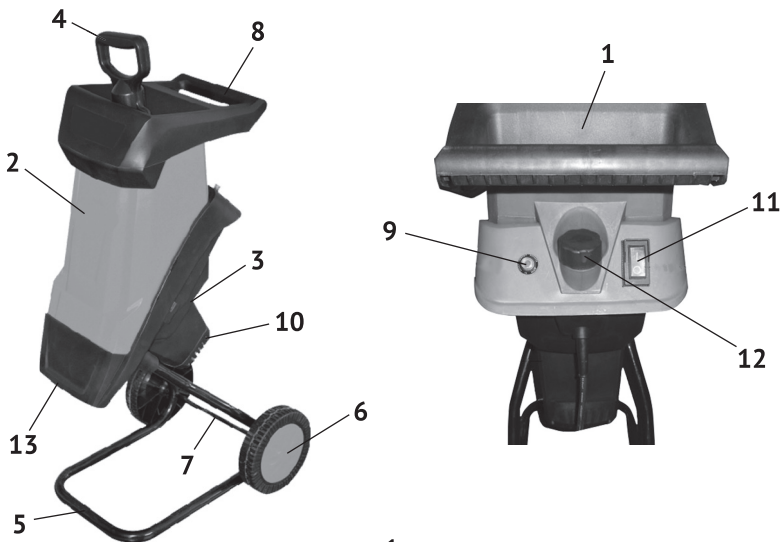

рис.1
1.2 Коллекторный электродвигатель установлен в пластиковом корпусе (рис.1 поз.3). С ведущего шкива вала двигателя ремённой передачей вращение передаётся на шкив ведомый, соосный с двигателем. На выходном шкиве закреплены: с одной стороны, дисбалансер, с другой стороны - поворотный диск с двумя ножами, закреплённый прижимным фланцем и винтом. Основной рабочий инструмент измельчителя – ножи, измельчают подаваемый в загрузочную воронку материал. Крыльчатка двигателя создаёт поток воздуха, который перемещает измельчённые отходы в выходное отверстие.
4.1 Общий вид представлен на рис.1
Электродвигатель, ремённая передача, поворотный диск с ножами закреплены в пластиковом корпусе (рис.1 поз.3), состоящем из двух частей. На внутреннем корпусе крепится загрузочная воронка (рис.1 поз.2), которая при открученном винте крепления (рис.1 поз.12), откидывается назад и обеспечивает доступ к поворотному диску с ножами. Основание (рис.1 поз.5) с колёсами (рис.1 поз.6) является опорой измельчителя при работе. Используя ручку (рис.1 поз.8) загрузочной воронки и колёса, инструмент легко перемещается к месту работы. Для очистки, равномерного распределения подаваемого материала в комплект поставки входит толкатель (рис.1 поз.4) удобной формы. Включение/отключение измельчителя осуществляется выключателем (рис.1 поз.11) Выключатель имеет два фиксированных положения; «I» - включено и «O» - выключено. Инструмент комплектуется автоматическим выключателем (рис.1 поз.9), срабатывающим при перегрузке двигателя.
- перевести выключатель (рис.1 поз.11) в положение «I» - включено и дождитесь пока поворотный диск с ножами не наберёт максимальные обороты;
Двигатель измельчителя защищён от перегрузки автоматическим выключателем (рис.1 поз.9). При срабатывании автоматического выключателя:
- подключите измельчитель к сети и произведите повторный пуск выключателем (рис.1 поз.11).
- открутив 4-е винта снять крышку двигателя (рис.1 поз.10);